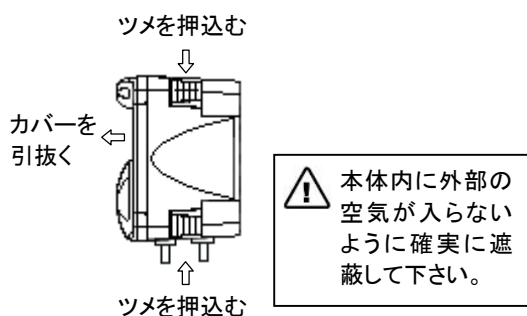

図5. カバー着脱要領図
②配線
- 1) 本体の四隅にあるツメを押込みながらカバーを引抜くように外します。(図5参照)